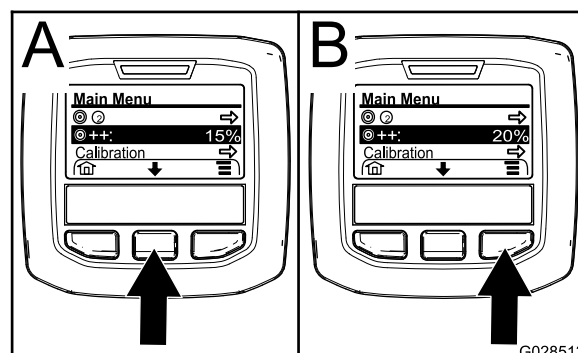

図 58
2. 必要に応じ、中央ボタンを押して散布率ブーストを表示させる 図 58。
注 散布率ブーストを示すアイコンは、的ターゲットを示す記号の右隣に表示される2つの記号です 図 58。
3. 右ボタン 図 58 を押すと、散布レートが5ずつ大きくなります最大20まで。